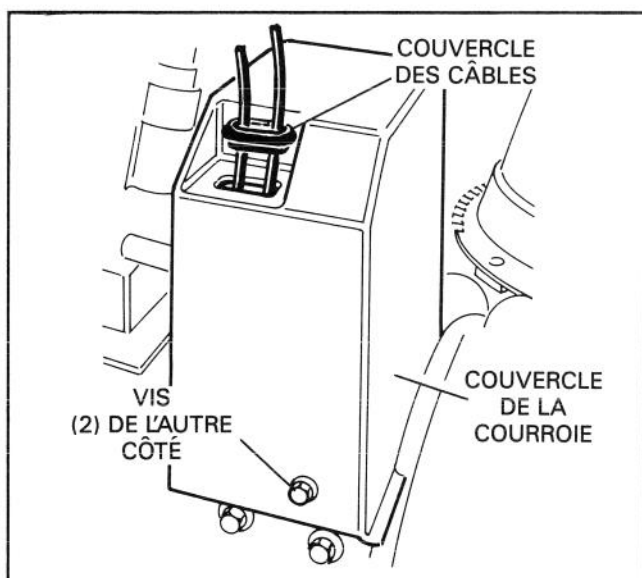

Figure 5
6. Retirez les trois vis taraudeuses qui tiennent le couvercle de la courroie supérieure à la base du moteur, et dégagez le couvercle des câbles en le faisant glisser vers le haut (fig. 5). Ne perdez pas ce couvercle.